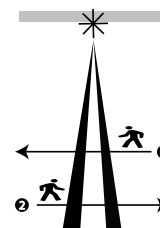

Figura 10:
Dirección de alarma	Defina la dirección de detección. La función de dirección de alarma puede reducir la probabilidad de falsas alarmas en más de la mitad cuando el detector protege una puerta o una compuerta. Con esta función, el dispositivo puede diferenciar entre los habitantes de propiedades que salen y los posibles intrusos que ingresan a las instalaciones. Nota: Esta función solo está disponible en PowerMasterpaneles de la versión 20.2 y superior. Configuraciones opcionales: Ambos (predeterminado), Izquierda a derecha , Derecha a izquierda . Consulte la Figura 10 para ver el diagrama de dirección de la alarma. En la Figura 10, el número 1 muestra un patrón de detección de Derecha a izquierda y el número 2 muestra un patrón de detección de Izquierda a derecha . Las direcciones derecha e izquierda se refieren al punto de vista del instalador mientras observa el detector en su posición fija.
5. Cuando reciba una señal buena o fuerte, repita el proceso desde la otra dirección. Véase la Figura 10.